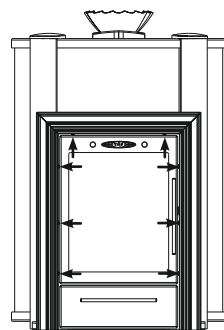

Рисунок 5. Места установки саморезов
1. открутить саморезы 8 или 6 шт. (в зависимости от исполнения), которыми прикрепляется рамка с дверцей к топливному каналу, и снять ее (см. рисунок 5);